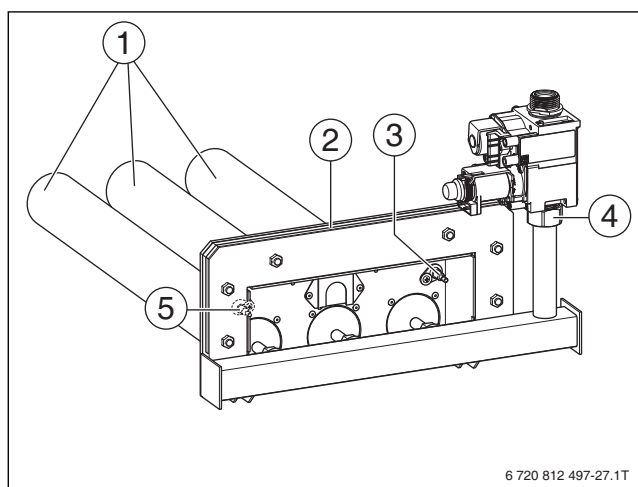

Рис. 39 Чистка горелки
- ▶ Присоедините клапан резьбовым соединением [4] с моментом затяжки 60-65 Н\*м, ориентируя его относительно фланца горелки (→ рис. 39, стр. 34).